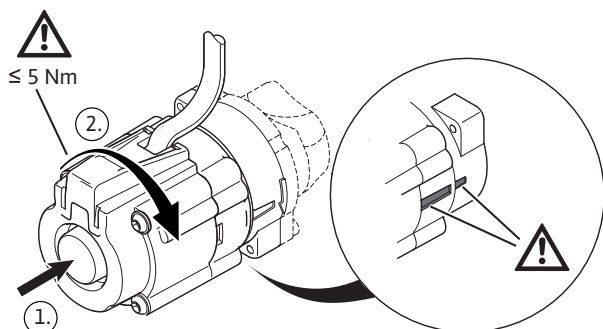

Fig.16-3
- Pumpe ¼ Umdrehung im Uhrzeigersinn bis zum Anschlag drehen. Die Markierung auf dem Pumpenkopf muss mit der kürzeren Markierung auf dem Pumpenadapter übereinstimmen (siehe Fig. 16-3). Der Durchfluss zum Heizkörper/Heizkreis ist in dieser Position der Pumpe nun geöffnet.